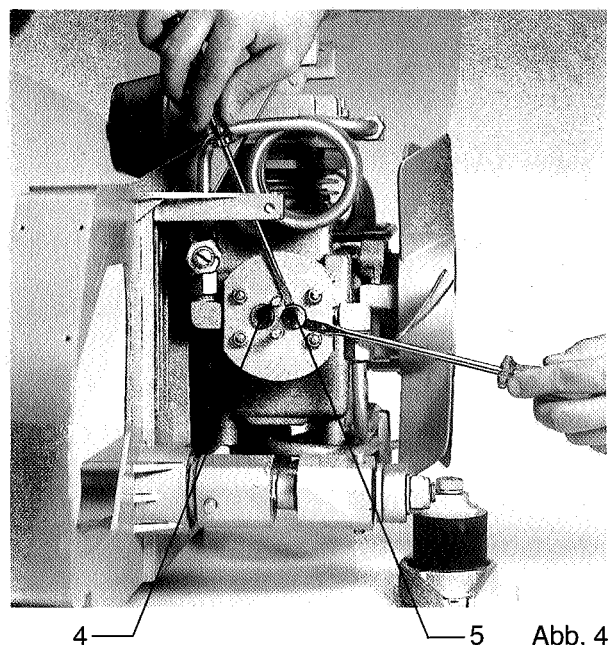

Abb. 4
- Remove the two nuts (2) with a 10 mm wrench as well as the flange (3).
- Carefully pull out the intake valve (4) and discharge valve (5) with 2 screw drivers (see fig. 4).
- Die beiden Muttern (2) SW 10 abschrauben und Druckflansch (3) abnehmen.
- Saugventil (4) und Druckventil (5) mit 2 Schraubendrehern vorsichtig aushebeln. (Siehe Abb. 4).
- Separate the intercooler 2nd/ 3rd stage (6) from valve head (1).
- Separate the intercooler 1st/ 2nd stage (7) from valve head (1).
- Unscrew the nut (8) with a 10 mm wrench.
- Take off valve head (1).
- Carefully clamp valve head (1) in soft jaw vise and pull out the intake and pressure valves cautiously with two screw drivers. (see fig 4).
- Zwischenkühler 2./3. Stufe (6) vom Ventilkopf (1) trennen.
- Zwischenkühler 1./2. Stufe (7) vom Ventilkopf (1) trennen.
- Muttern (8) SW 10 abschrauben.
- Ventilkopf (1) abnehmen.
- Ventilkopf (1) vorsichtig mit Schutzbacken in Schraubstock einspannen und Saug- und Druckventile mit 2 Schraubendrehern vorsichtig aushebeln. (Siehe Abb. 4).